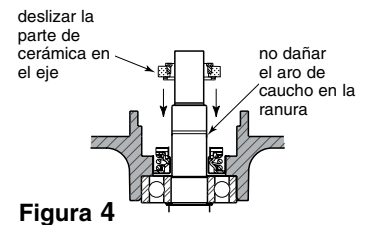

Figura 4
**AVISO:** Es importante eliminar las rebabas de la ranura del aro de presión antes de instalar la junta. No dañe la superficie de cerámica ni el aro de caucho cuando pase la junta por encima del hombro del eje y del hombro de la ranura del aro de presión. Las superficies de la junta y del aro deben estar limpias y sin averías o es posible que haya fugas desde la junta (Consulte la Figura 4).